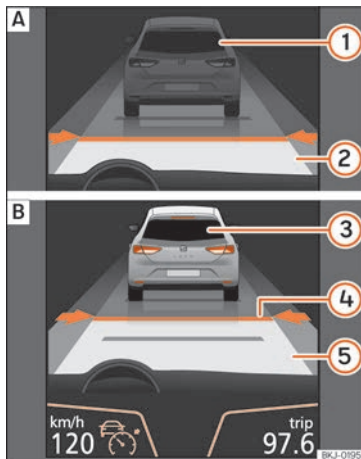
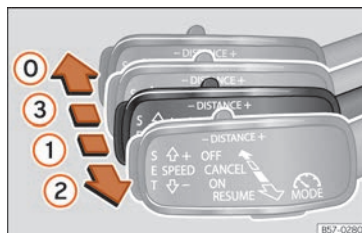
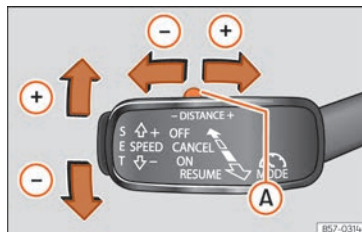

Abb. 235 Im Display des Kombiinstrument: [A] ACC inaktiv (Standby). [B] ACC aktiv.
Abb. 237 Auf der linken Seite der Lenksäule: dritter Hebel für die Betätigung der automatischen Distanzregelung.
Abb. 238 Auf der linken Seite der Lenksäule: dritter Hebel für die Betätigung der automatischen Distanzregelung.
Bildschirmanzeigen »» Abb. 235:
Schalttafel die grüne Kontrollleuchte ein (🚦) und auf dem Bildschirm werden die programmierte Geschwindigkeit und der Zustand der ACC angezeigt »» Abb. 235.
schwindigkeit des Fahrzeugs einstellen und die ACC aktivieren. Drücken Sie dazu auf die Taste **SET** »» Abb. 238. Falls Sie die Geschwindigkeit in Schritten von 1 km/h (0,6 mph) erhöhen oder reduzieren möchten, bewegen Sie den Hebel in die Position ② »» Abb. 237 bzw. drücken Sie die Taste **SET**.
Die programmierte Geschwindigkeit kann je nach Wunsch während der Fahrt oder bei Fahrzeugstillstand geändert werden. Jegliche Änderungen der programmierten Geschwindigkeit werden unten links am Bildschirm des Kombiinstrumentes angezeigt »» Abb. 235.
Um das Abstands-niveau zu erhöhen oder zu reduzieren, drücken Sie den Wippschalter nach rechts/links »» Abb. 238 (A).
• Um die ACC zu aktivieren, müssen Sie, wenn sich der Hebel in Position ① befindet, die Taste **SET** drücken oder den dritten Hebel der ACC in die Position ② bringen »» Abb. 237. In diesem Moment wechselt die ACC-Anzeige am Bildschirm des Kombiinstrumentes in den Modus Aktiv »» Abb. 235.
Um die ACC zu deaktivieren, bewegen Sie den Hebel in die Position ③ »» Abb. 237 (eingarastet). In diesem Moment erscheint der Text **ACC deaktiviert** und die Funktion ist vollständig deaktiviert.
Falls Sie die ACC nicht ausschalten, sondern nur vorübergehend in den inaktiven Modus (Standby) versetzen möchten, bewegen Sie den dritten Hebel in die Position ③ »» Abb. 237 oder betätigen Sie das Bremspedal.